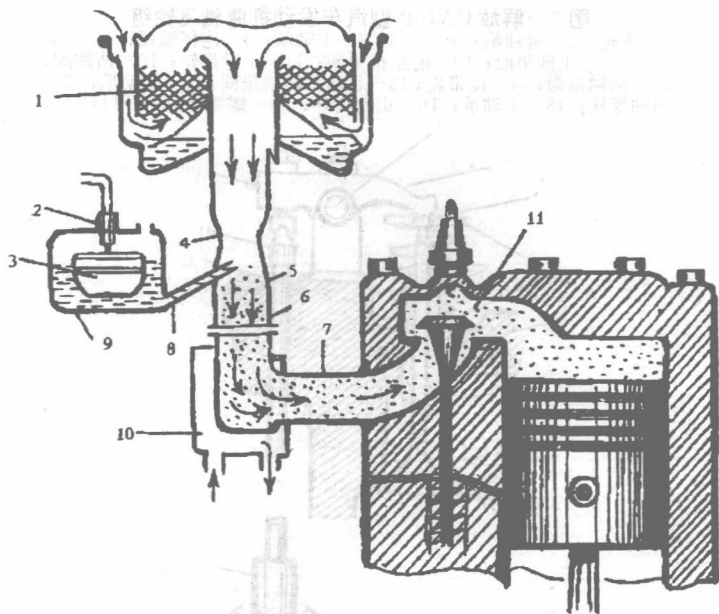

图7 化油器构造及工作原理示意图
(3) 燃料供给系。这部分的作用是向气缸供入新鲜可燃混合气并导出废气，以便使发动机的连续工作获得充足的能源，这部分的主要机件有，化油器、汽油泵、汽油滤清器、油箱、进排气歧管等（见图7~图11）。